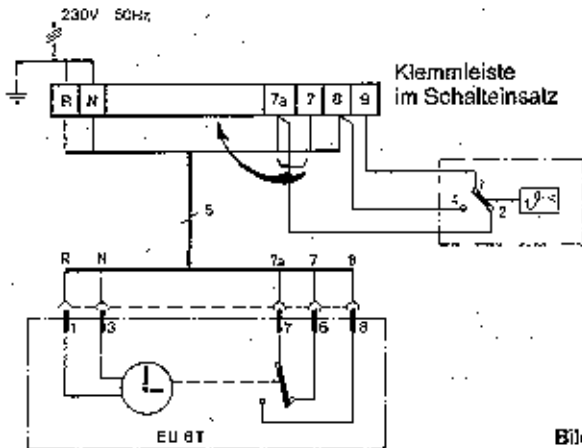

Bild 17
- Anschluß mit dem beigegeführten Kabelsatz nach Bild 17 vornehmen.